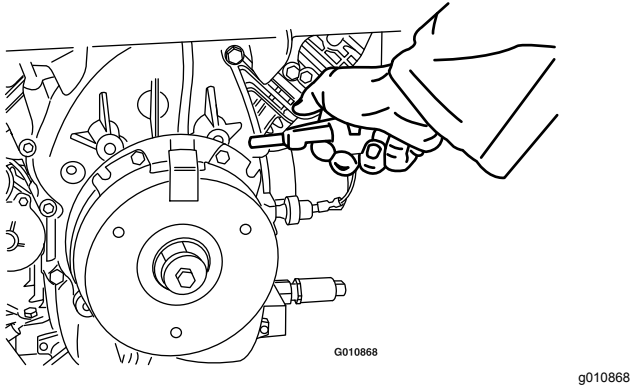

Figure 70
2. Soufflez de l'air comprimé sous le pôle et autour des entretoises du frein pour éliminer tout débris (Figure 70).